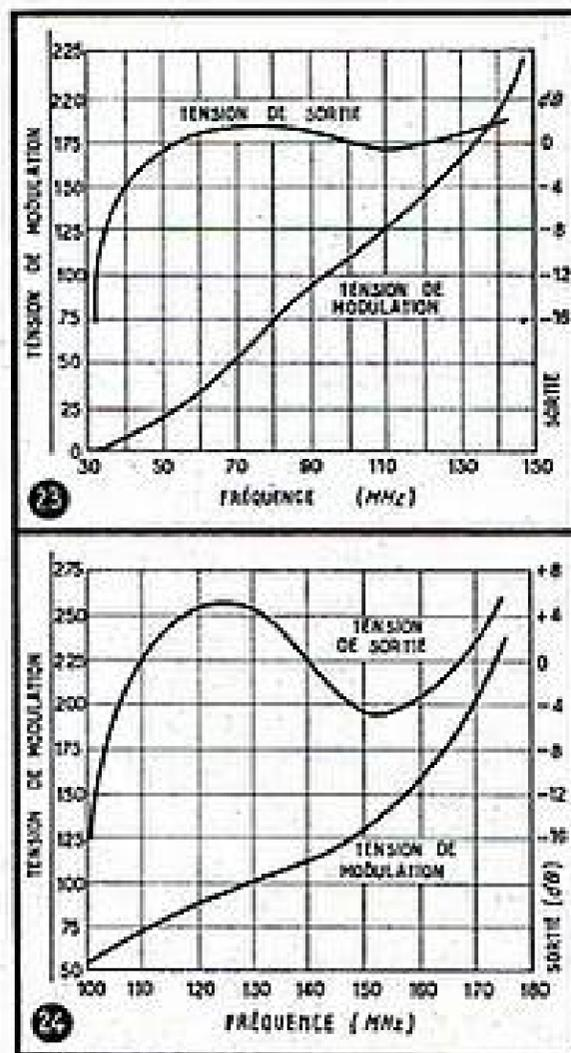

Fig. 23. — Courbes de tension de sortie et d'excursion relatives au montage de la figure 22.
Le potentiomètre P, permet de régler la fréquence moyenne. Une faible impédance de sortie et une indépendance de la charge connectée sont obtenues par un étage final cathodique (9). La caractéristique de modulation de ce générateur est indiquée en figure 23 avec celle de la tension de sortie ; les courbes de la figure 24 ont été obtenues en n'utilisant que trois étages déphaseurs.